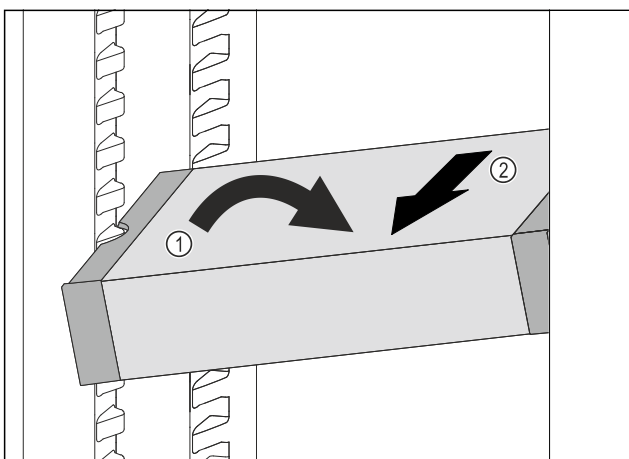

Fig. 188
- VarioSafe im Kühlteil schräg stellen. Fig. 188 (1)
- VarioSafe nach vorne entnehmen. Fig. 188 (2)